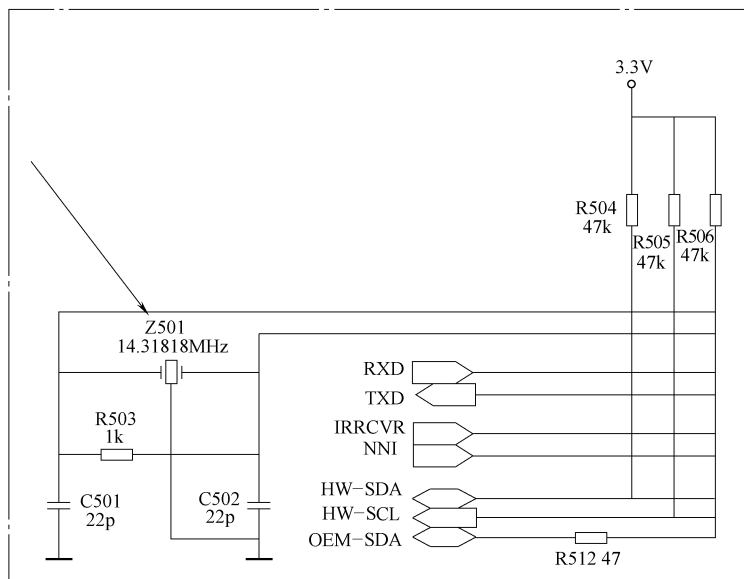

图 5-98 Z501 相关电路截图
- 2) 本机采用三星屏，为了区别是影像板还是屏电路引起的故障，通常情况下可以利用逻辑控制板上的 4 个滑动开关 SW2001 来区别，正常工作状态时 SW2001 滑动开关①脚和②脚、④脚在上，而③脚在下。
- 3) Z501 相关电路截图如图 5-98 所示。